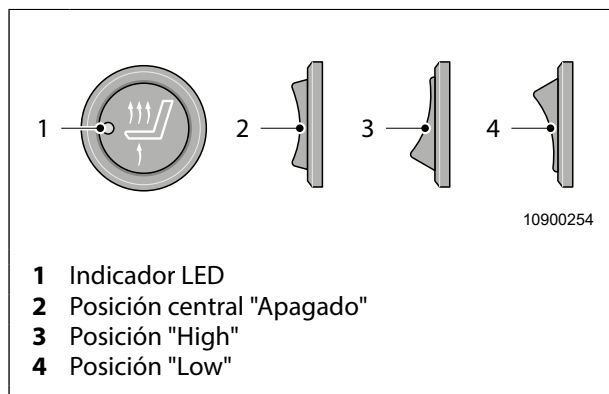

Fig. 2 Conmutador de la calefacción del asiento
1. Pulsar la parte superior del conmutador de la calefacción del asiento, nivel "High" (Fig. 2, pos. 3).
El LED (Fig. 2, pos. 1) se enciende de color rojo. El tiempo de calentamiento es de alrededor de 2 minutos.
1. Pulsar la parte inferior del conmutador de la calefacción del asiento, nivel "Low" (Fig. 2, pos. 4).
El LED (Fig. 2, pos. 1) se enciende de color Verde. El tiempo de calentamiento es de alrededor de 6 minutos.
1. Pulsar el conmutador de la calefacción del asiento a la posición central (Fig. 2, pos. 2).